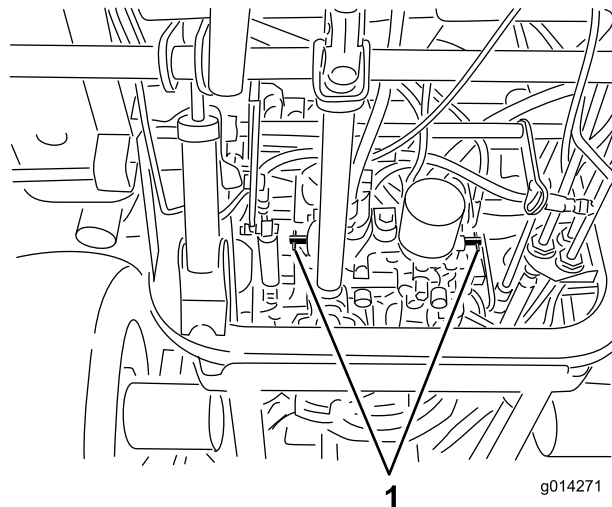

Figura 44
4. Gire las válvulas de desvío una vuelta en el sentido contrario a las agujas del reloj (Figura 44).
Gire cada válvula de desvío una vuelta en el sentido de las agujas del reloj y apriételas a mano. La torsión debería ser de aproximadamente 8 N·m (71 pulgadas-libra); consulte Figura 44.